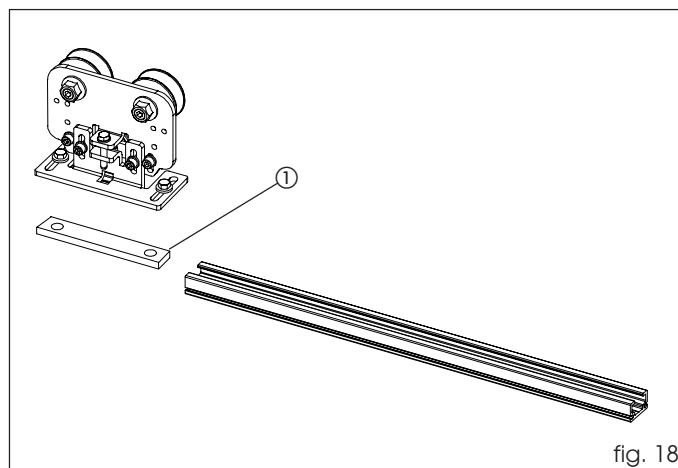

fig. 18
Sur les automatismes 940, remplacer la plaquette du chariot par la plaquette fournie (fig. 18 réf. ①).